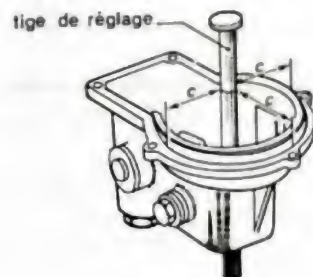
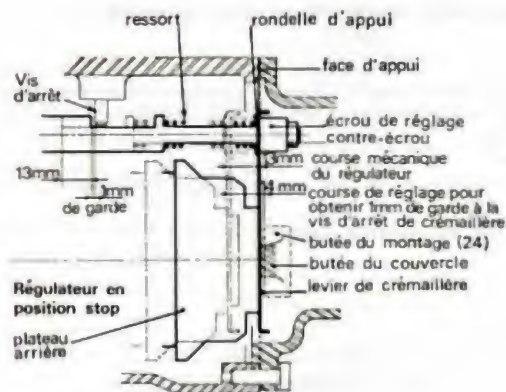

Fig. 17.
Fig. 18.
- 3) Le centrage correct de la tige de réglage ⁽²⁾ (fig. 17).
- Monter le plateau AR du régulateur en introduisant l'extrémité de la crémaillère dans la boutonnière du levier, puis visser l'écrou de réglage et le contre-écrou (fig. 18).
- Placer le montage spécial (24) côté plat sur la face AR du carter (sans joint).
- Ajouter sur le plateau une épaisseur de cales correspondant à la différence entre la cote « X » relevée et la cote « A » indiquée sur la fiche technique ⁽³⁾ (fig. 18 et 19).
(1) Le jeu à l'extrémité du levier en liaison avec la crémaillère ne doit pas dépasser 0,2 mm.
(2) Excentration maximale 0,2 à 0,3 mm (cote c, fig. 17).
(3) Les cales sont maintenues par deux agrafes spéciales. La cote A varie pour chaque type de pompe.